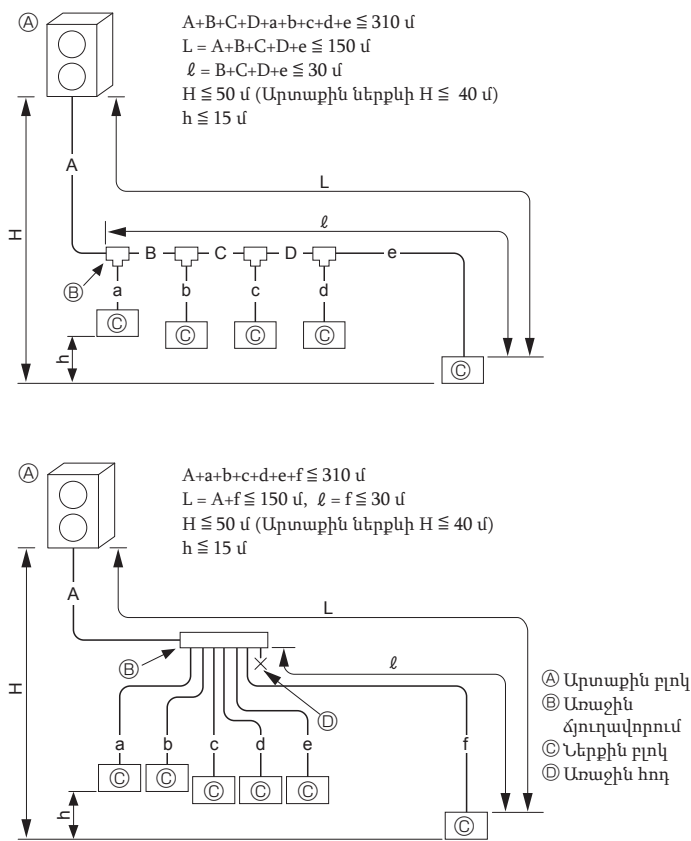

Fig. 4-1
4.1.1. Միացում առանց ձյուղավորիչ տուփի (Fig. 4-1)